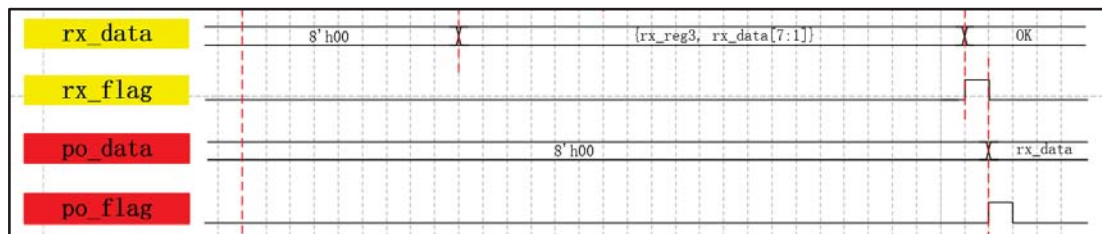

图 30-24 输出 po\_data 波形图
**第六部分：**此时有很多同学以为我们的串口接收模块就全部完成了，其实还差最后一点。rx\_data 信号是参与移位的数据，在移位的过程中数据是变动的，不可以被后级模块所使用，而可以肯定的是在移位完成标志信号 rx\_flag 为高时，rx\_data 信号一定是移位完成的稳定的 8bit 有用数据。如图 30-24 所示，此时我们当移位完成标志信号 rx\_flag 为高时让 rx\_data 信号赋值给专门用于输出稳定 8bit 有用数据的 po\_data 信号就可以了，但 rx\_flag 信号又不能作为 po\_data 信号有效的标志信号，所以需要将 rx\_flag 信号再打一拍。最后输出的有用 8bit 数据为 po\_data 信号和伴随 po\_data 信号有效的标志信号 po\_flag 信号。到此为止我们 uart\_rx 模块的波形就全部设计好了。